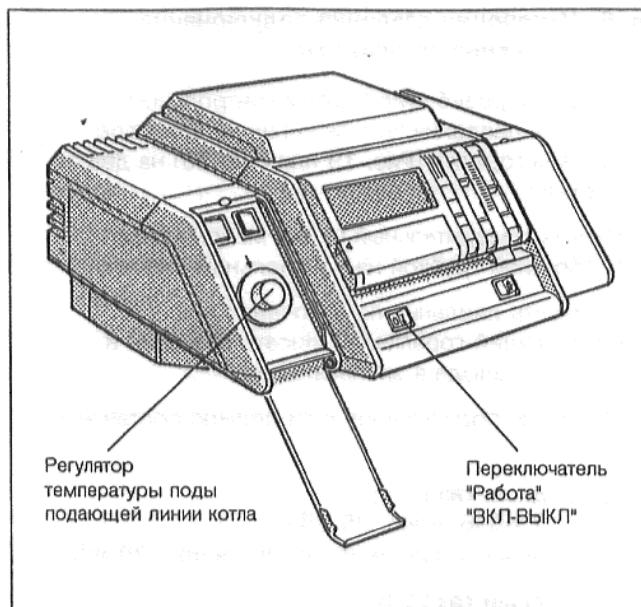
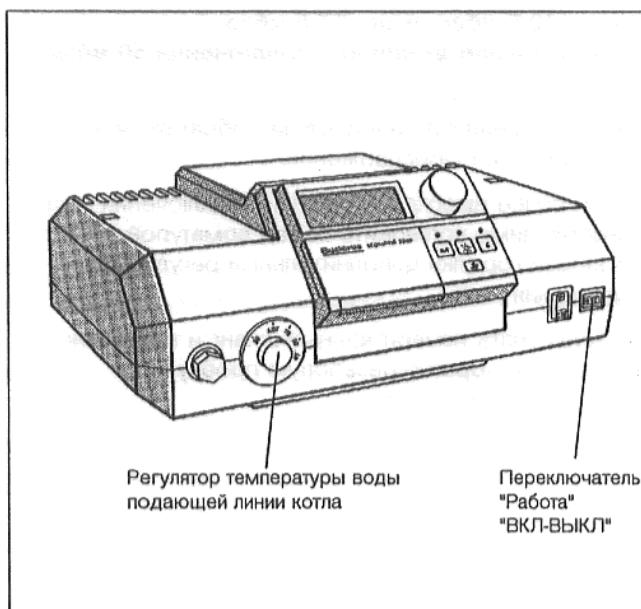

Рис. 16: Система регулирования 4000
Рис. 17: Система регулирования 2000
- Установить переключатель "Работа" (Рис. 16 или Рис. 17) в положение I (ВКЛ).
- Регулятор температуры воды подающей линии котла (Рис. 16 или Рис. 17) установить в положение "AUT".